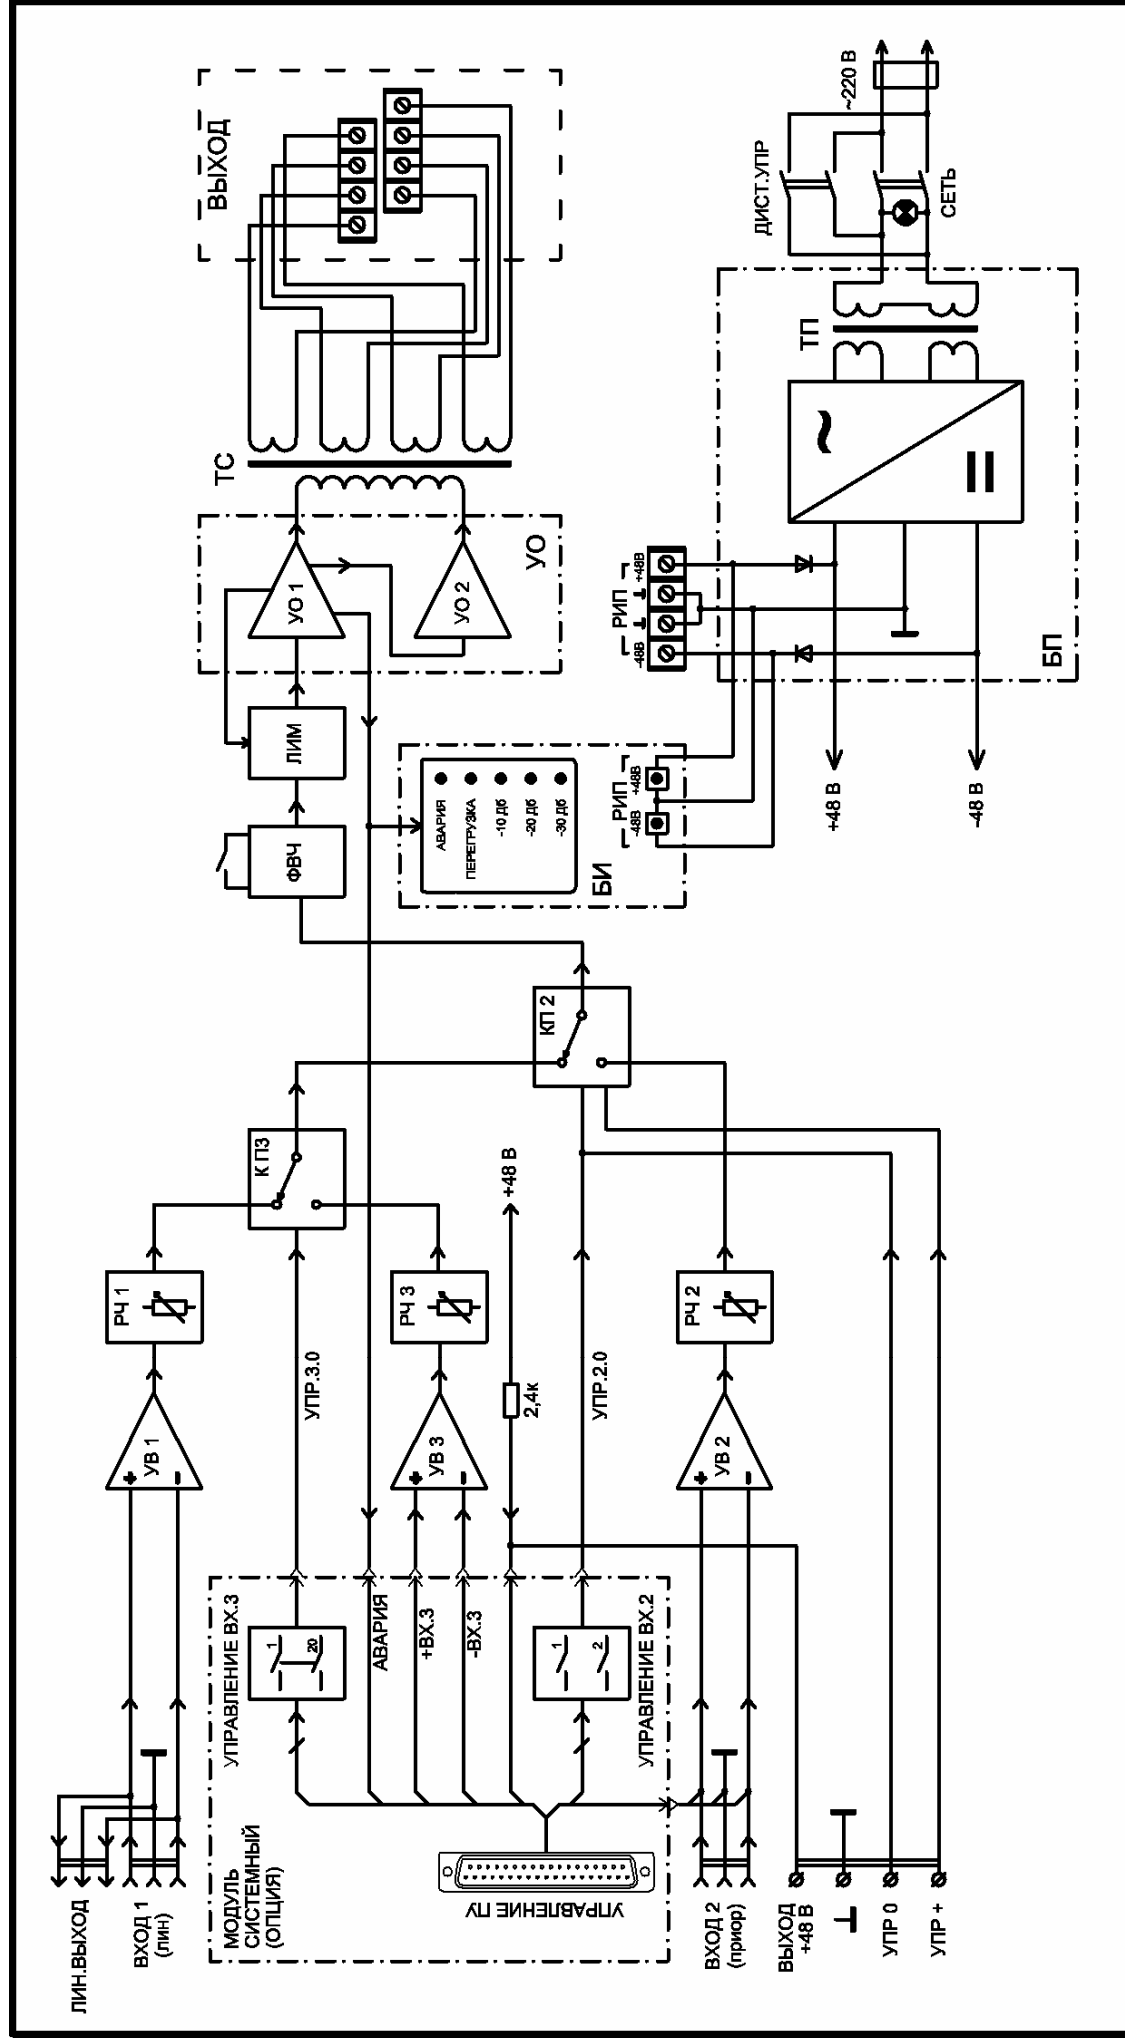

Рис.1 Структурная схема усилителя МЕТА 9152
9.1. Структурная схема УМ приведена на рис.1.